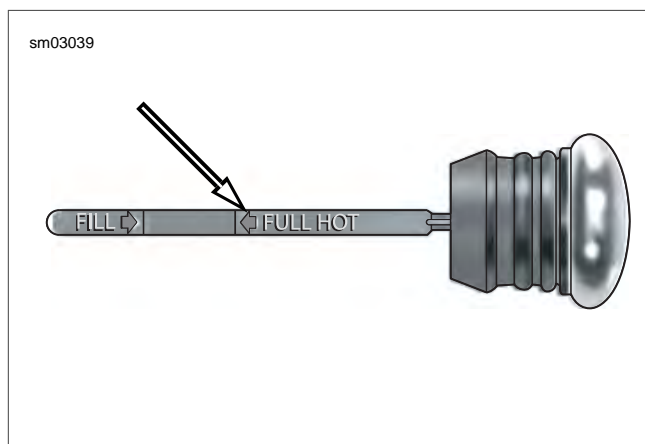

Figure 1-2. Rainure supérieure de la jauge du réservoir d'huile
3. Voir Figure 1-2. Vérifier le niveau d'huile sur la jauge. Si nécessaire, ajouter de l'huile jusqu'à ce que le niveau atteigne la rainure supérieure de la jauge d'huile. Ne pas trop remplir le réservoir d'huile.